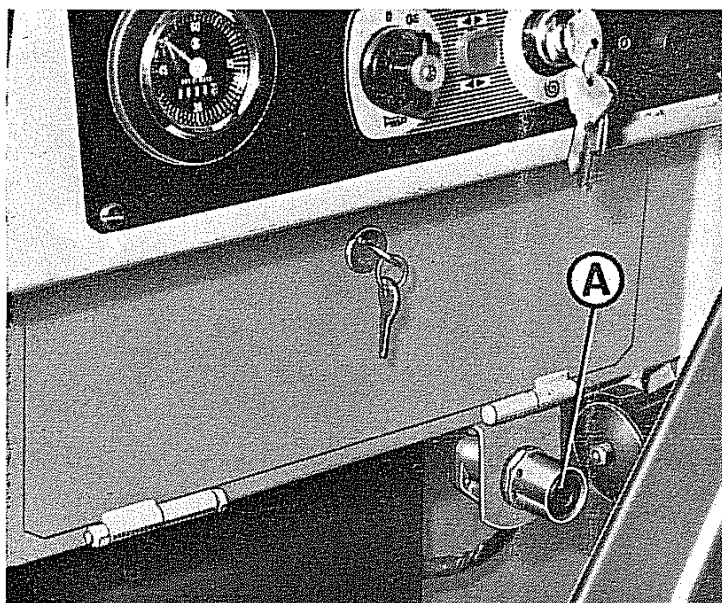

Fig. 33 - Pulsante termoavviatore
Per l'avviamento in climi particolarmente rigidi è applicato all'auto-carro un termoavviatore comandato dal pulsante **A** (fig. 33).
- 1) Premere il pulsante **A** (fig. 33) del dispositivo per un periodo di circa 30-40 secondi.